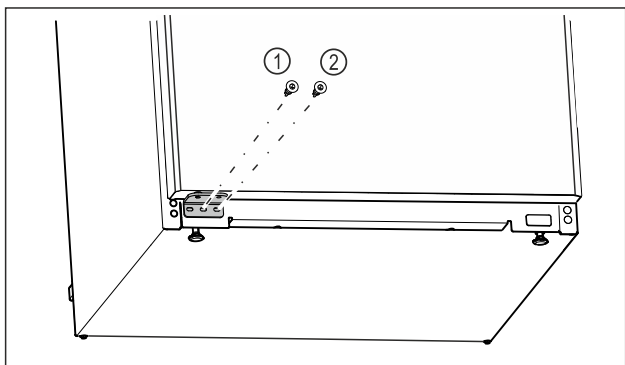

Fig. 21
- ▶ Затягніть середній гвинт опорного кронштейна Fig. 21 (1) за допомогою викрутки Torx 20.
- ▶ Затягніть внутрішній гвинт опорного кронштейна Fig. 21 (2) за допомогою викрутки Torx 20.